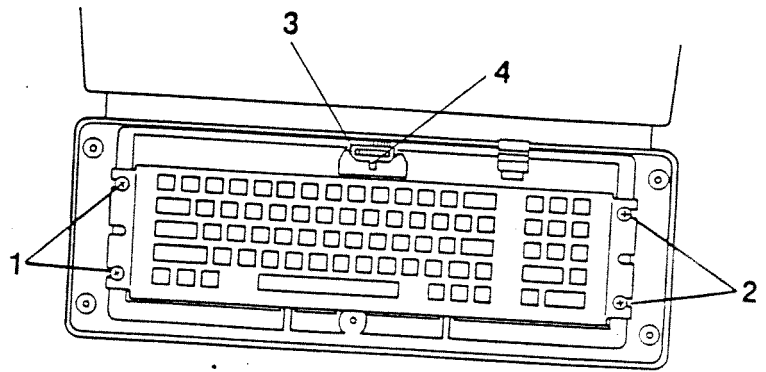

FIGURE 9
6. Entfernen Sie die beiden Halteschrauben auf der linken Seite der Tastatur (siehe Abbildung 9, Nr. 1).
7. Lockern Sie die beiden Halteschrauben auf der rechten Seite, entfernen Sie sie aber nicht (siehe Abbildung 9, Nr. 2).
9. Ziehen Sie das Tastaturkabel heraus (siehe Abbildung 9, Nr. 3), indem Sie mit einem Schraubendreher auf die Zunge oder die Seiten des Kabelsteckverbinders drücken (siehe Abbildung 9, Nr. 4).